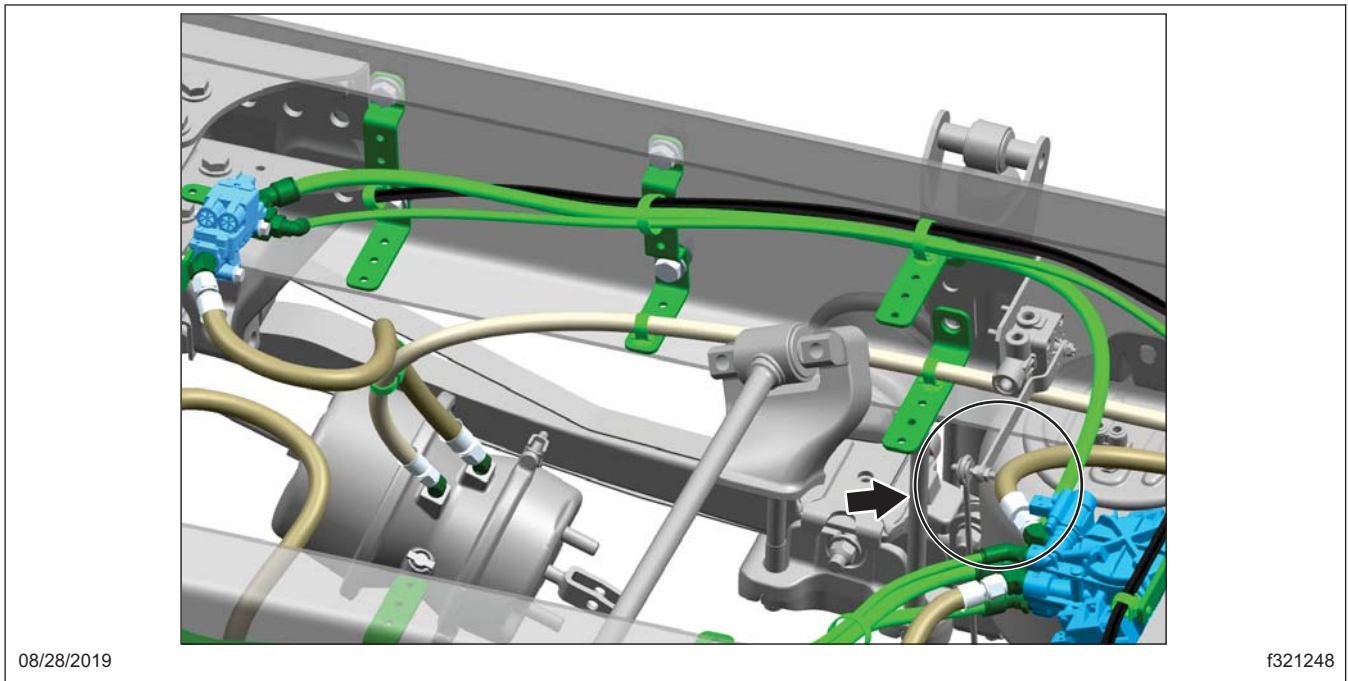

Fig. 5, Inspection du conduit d'air du frein
20. Inspectez les conduits d'air du frein juste derrière la timonerie de soupape de commande de hauteur. Si vous décelez toute indication que la timonerie a frotté ou utilisé les conduits d'air du frein, remplacez les conduits d'air. Reportez-vous à la figure 5.